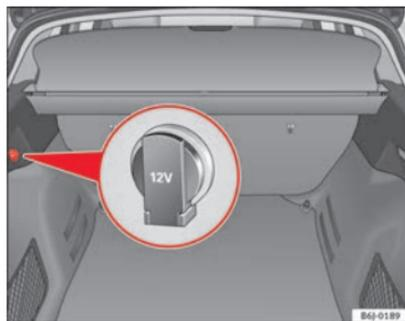

Fig. 91 Pormenor do revestimento lateral do porta-bagagens: Tomada de corrente de 12 Volts
- Levante a tampa da tomada de corrente ⇒ Fig. 91.